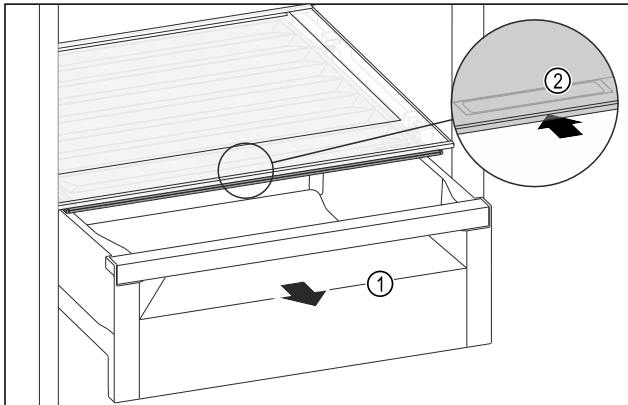

Fig. 138
- ▶ Estrarre il cassetto Fig. 138 (1).
- ▶ Afferrare la maniglia incassata Fig. 138 (2) sul coperchio dello scomparto e spingere allo stesso tempo all'indietro il coperchio dello scomparto.